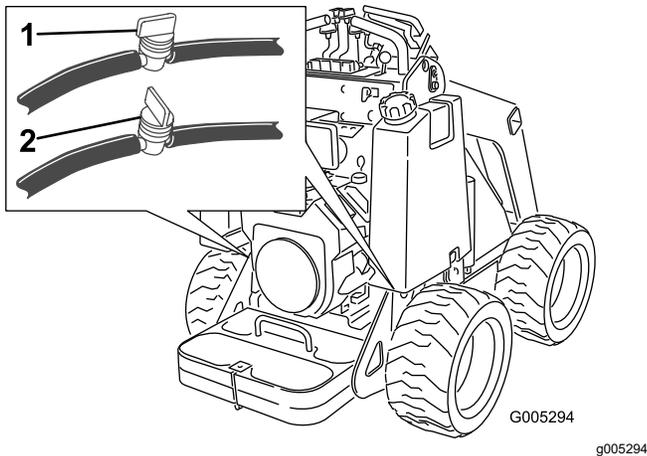

Figura 32
2. Cierre la válvula de combustible, situada debajo de cada depósito de combustible (Figura 32).
8. Abra la válvula o las válvulas de combustible, situadas en la manguera o mangueras cerca de la parte inferior del depósito o de los depósitos de combustible, según se muestra en la Figura 32.
3. Cierre la válvula de combustible, situada en la manguera cerca del fondo del depósito o los depósitos de combustible, tal y como se muestra en la Figura 32.